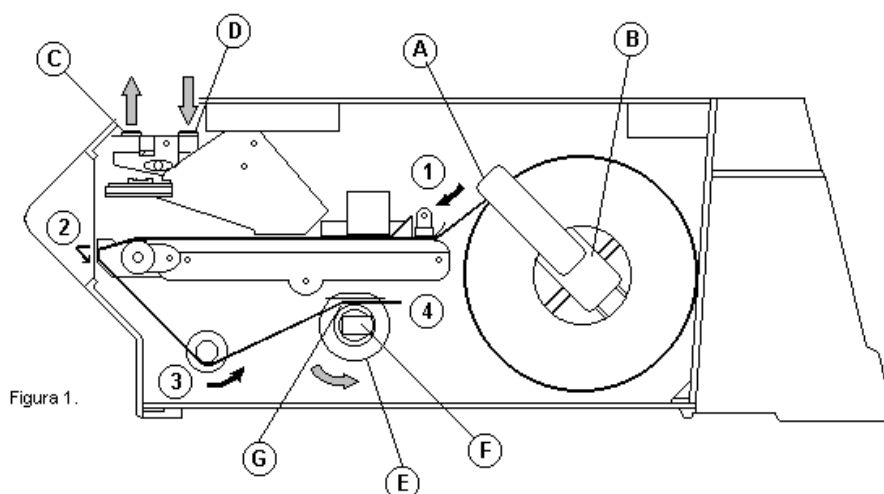
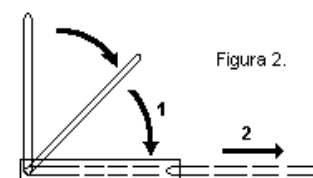

Figura 1.
Figura 2.
1. Gire y luego tire hacia afuera la traba **A** de la figura 1 como se ve en la figura 2.